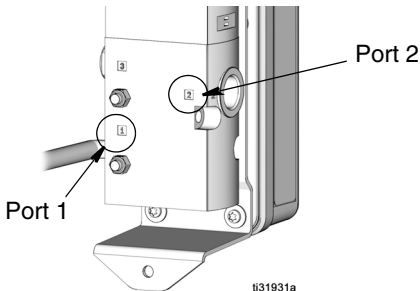

FIG. 24
3. Déconnecter la conduite d'alimentation en air depuis le port numéroté 1 sur l'électrovanne (14) et la conduite d'air de la pompe depuis le port numéroté 2 (FIG. 24).